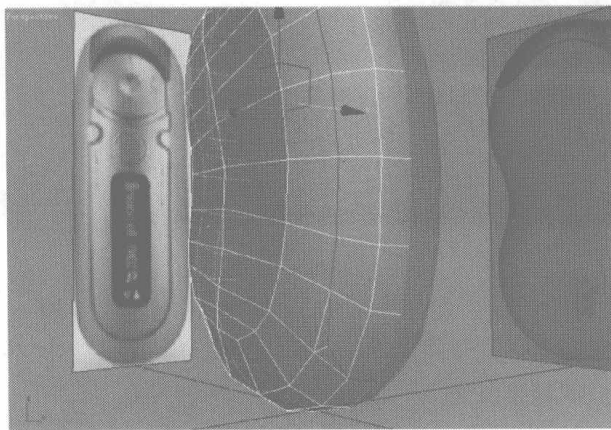

图 3.37
- 06** 切换为线编辑，选择如图 3.37 所示的曲线，在 Edit Edges 卷展栏中单击 **Split** 按钮，将该物体沿选择的曲线分割。